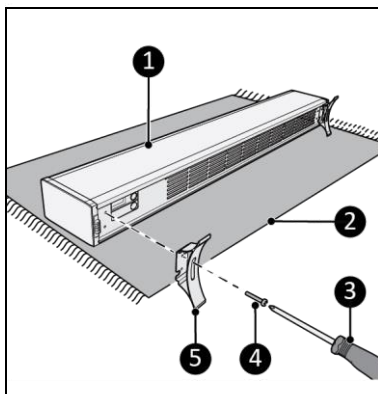

Abbildung 7
1. Legen Sie das Gerät auf eine stabile weiche Oberfläche (Abbildung 7, Pos. 2).
2. Platzieren Sie die Sockel (Abbildung 7, Pos. 8) an beide Seiten des Hauptkörpers (Abbildung 7, Pos. 1).
3. Schrauben Sie die Sockel mit einer kleinen Schraube (Abbildung 7, Pos. 4) mit einem Phillips Kreuzschlitzschraubendreher (Abbildung 7, Pos. 3) fest.